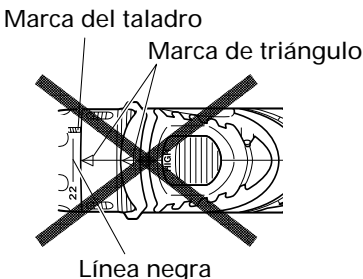

Fig. 25
- No utilice la unidad con el número de la tapa en "22" y la línea negra en el medio de la marca de taladro. Si lo hiciese, se podrían producir daños. (Consulte la Fig. 25)